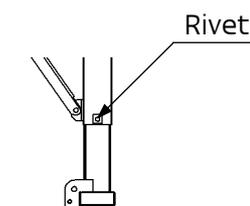

Fig 2
- Retirer les rivets de blocage de l'extension de montant vertical (Fig 2).